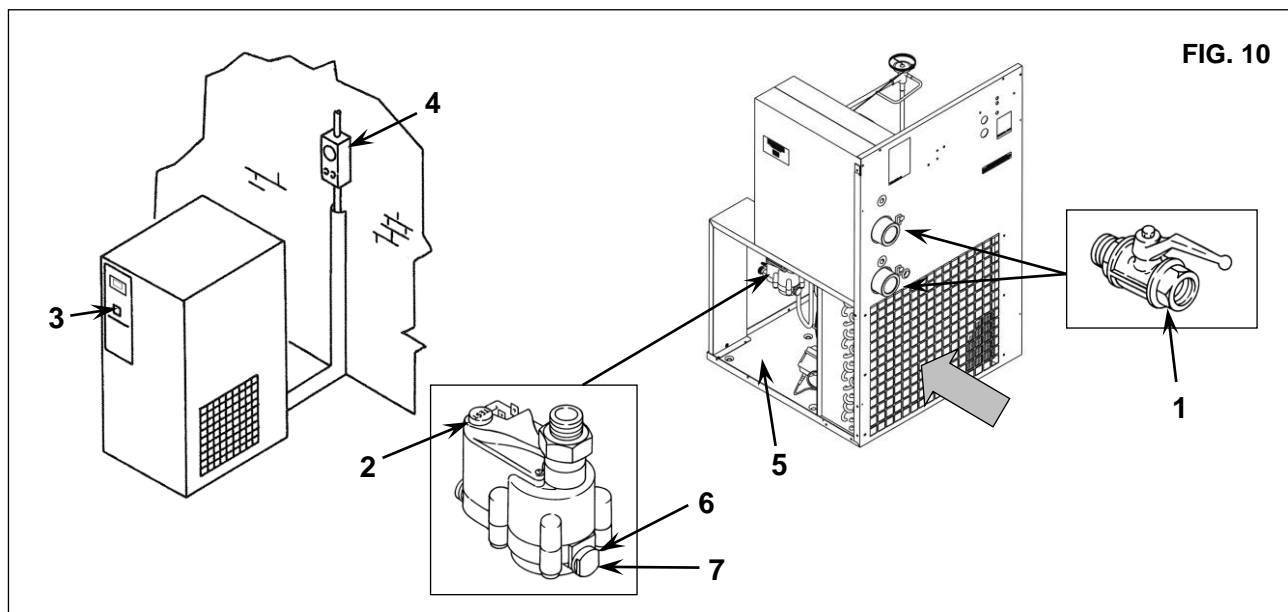

FIG. 10
### 15.2 CURĂȚAREA FILTRULUI DE EVACUARE AUTOMATĂ A CONDENSULUI (fig. 10)
- Închideți robinetul ref. 1 fig. 10
- Eliberați presiunea din uscător prin apăsarea butonului de evacuare a condensului, "TEST", poziționat pe capcana de abur Ref. 2 fig. 10
- Rotirea întrerupătorului în poziția "0" ref. 3 fig.10
- Opriți alimentarea (consultați întrerupătorul de separare ref. 4 fig. 10)
### 15.3 CURĂȚAREA CONDENSATORULUI (fig. 10)
- Îndepărtați panourile, ref.5 fig. 10
- Curățați aripioarele condensatorului ref. 1 cu aer comprimat (fig. 10) **NU UTILIZAȚI APĂ SAU SOLVENȚI**
- Închideți panourile, ref.5 fig. 10